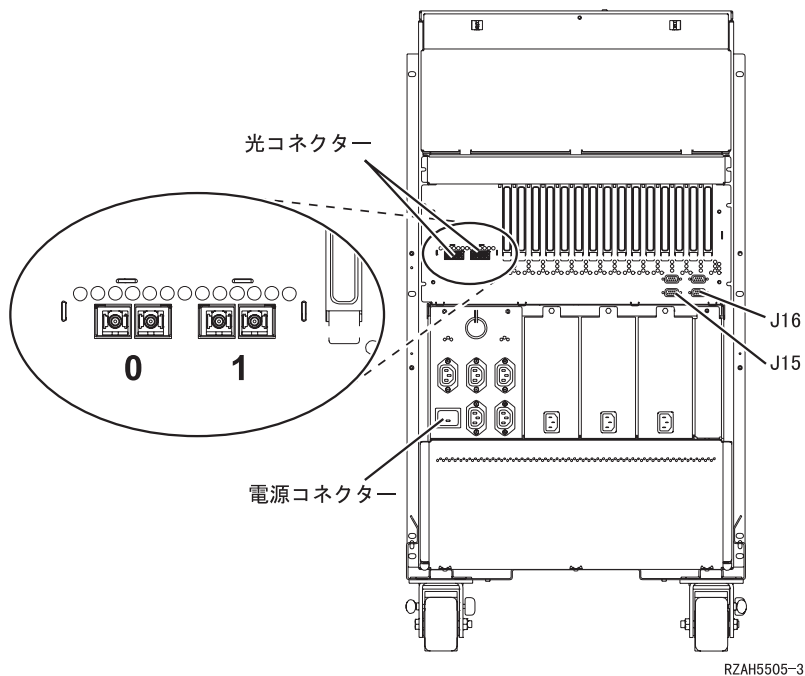

図 17. 5065 のコネクタの位置
- 11. 16ページの図17 を参照して、装置 X から外した光ケーブルを、**0** というラベルの付いた 5065 上の光コネクタに接続します。これで、この光ケーブルはシステム装置と 5065 の間を通るようになるはずです。